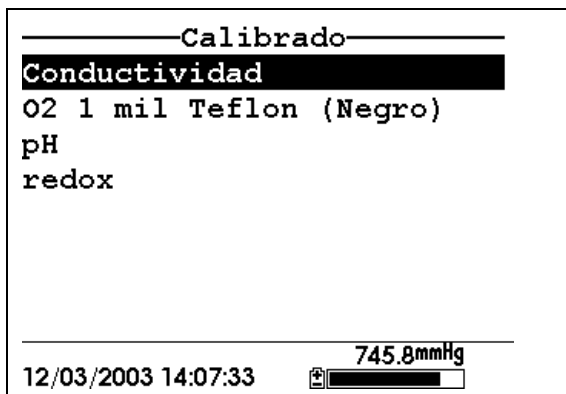

Imagen 6.2 Pantalla del Calibrado
2. Use las flechas para seleccionar la opción de Conductividad. Ver *Imagen 6.2 Pantalla del Calibración.*
15. Presione **Escape** para volver al menú de calibración. Ver *imagen 6.2 Pantalla de Calibración*.
2. Use las flechas para seleccionar la opción de **Oxígeno Disuelto**. Ver *Imagen 6.2 Pantalla de Calibración*.
11. Presione **Escape** para volver al menú de calibración. Ver *Imagen 6.2 Pantalla de Calibración*
11. Pulse **Escape** para volver al menú del Calibración. Ver Imagen 6.2 Pantalla de Calibración
2. Use las flechas para seleccionar la opción de **pH** Ver Imagen 6.2 *Pantalla de Calibración*.